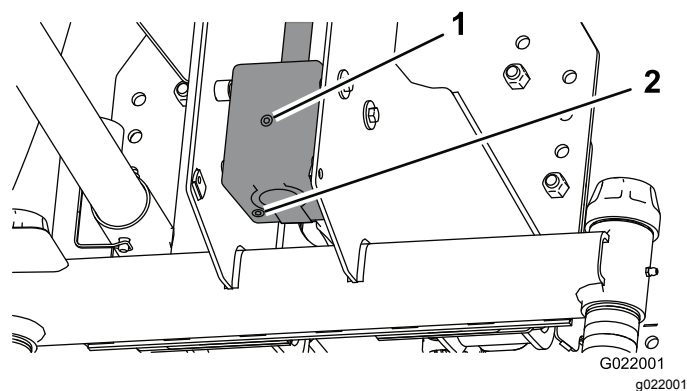

図 24
4. ギアボックスの側面にある点検・補給プラグを外す 図 24。